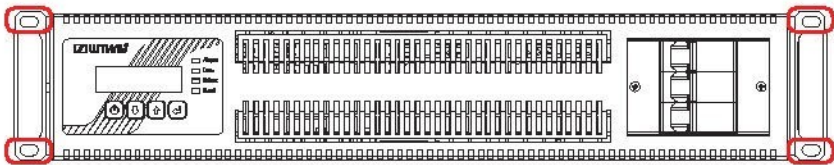

Рисунок 20. Размещение винтов в силовом модуле при фиксации на направляющих шкафа
2. Выкрутить винты, фиксирующие силовой модуль на направляющих шкафа (места размещения винтов – **рисунок 20**).
4. Зафиксировать силовой модуль на направляющих шкафа (места размещения винтов – **рисунок 20**).
5. Перевести автоматический выключатель силового модуля в положение «Включено» (ON).